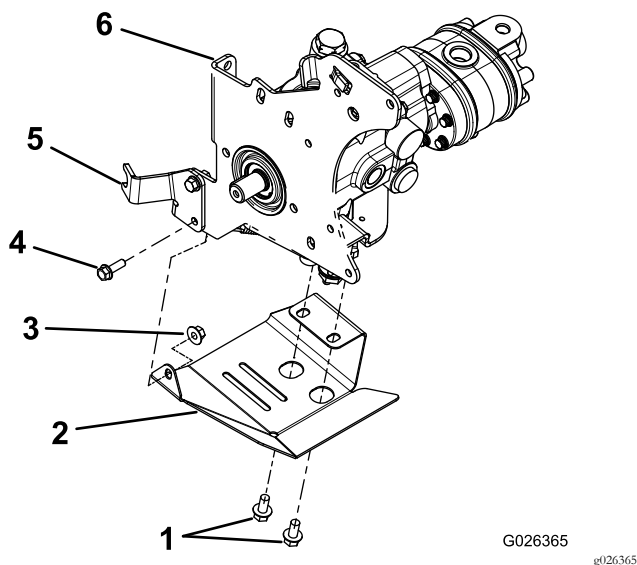

Bild 2
1. Entfernen Sie die Schraube und Mutter, mit denen das untere Ende der Kabelstützhalterung an der Pumpenplatte befestigt ist (Bild 2). Werfen Sie die Schraube weg und bewahren die Mutter auf.
- Entfernen Sie die zwei Schrauben und bewahren sie auf, mit denen die Neutralhalterung an der Unterseite des Hydrostats befestigt ist (Bild 2).
- Befestigen Sie die neue Hydrostatschutzvorrichtung und die Neutralhalterung mit den zwei Schrauben, die Sie im letzten Schritt entfernt haben, an der Unterseite des Hydrostats. Ziehen Sie die Schraube noch nicht fest (Bild 2).
- Befestigen Sie die Kabelstützhalterung lose mit der neuen Schraube (liegt dem Kit bei) und der vorher entfernten Muttern an der Pumpenplatte (Bild 2).